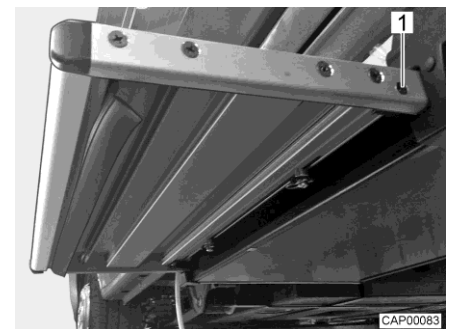

Fig. 108 Butée (marchepied)
- Dévisser une vis (Fig. 108,1) de chaque côté du marchepied. La butée du marchepied est ainsi coupé du secteur.